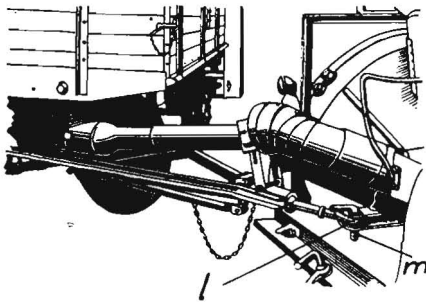

Bild 7
- a) die Zugöse „l“ (Bild 7) der Anhängegabel des Anhängers im Zugmaul der Spezialanhängerkopplung sitzt und der Verbindungsbolzen „m“ (Bild 7) unten durch die Feder gegen Herausspringen während der Fahrt gesichert ist.